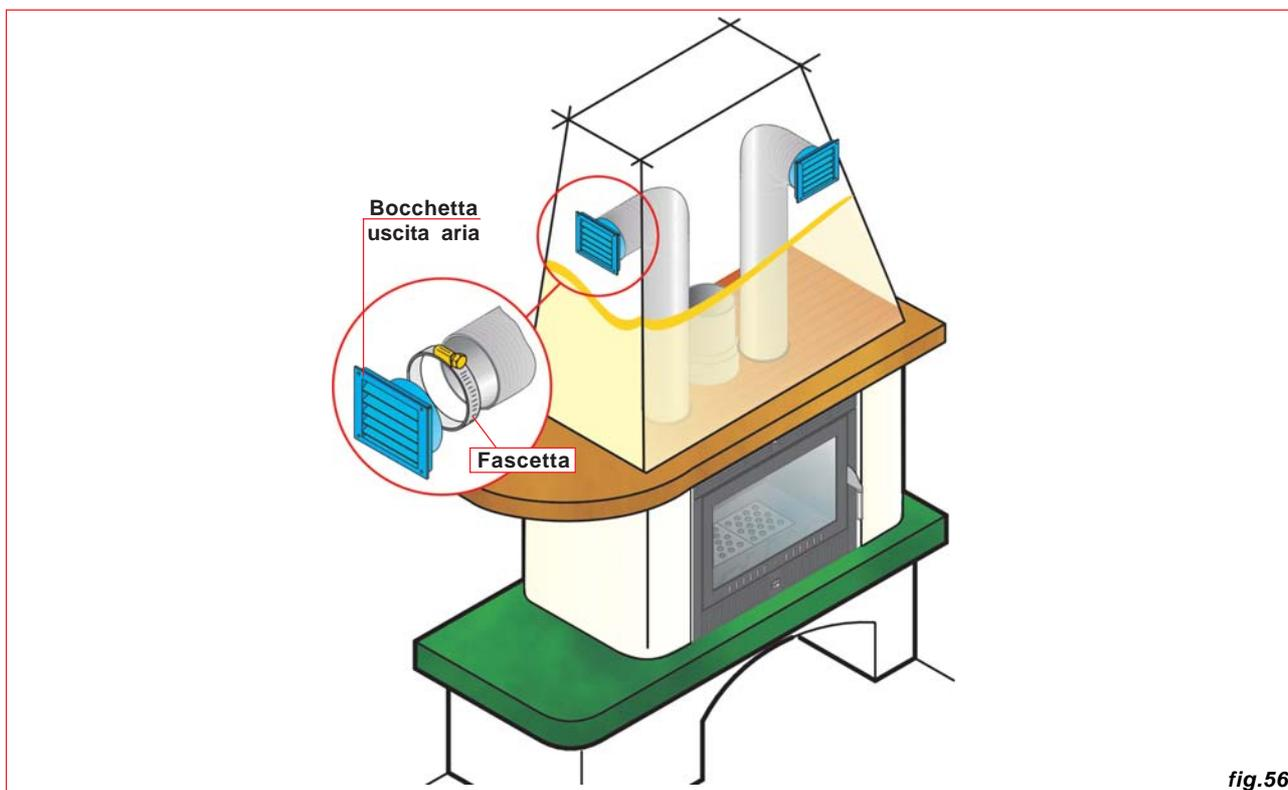

fig.56
- Ricostruire la cappa (fig.56) predisponendola per l'inserimento delle bocchette uscita aria. Fissare il tubo alle bocchette con le apposite fascette in dotazione.